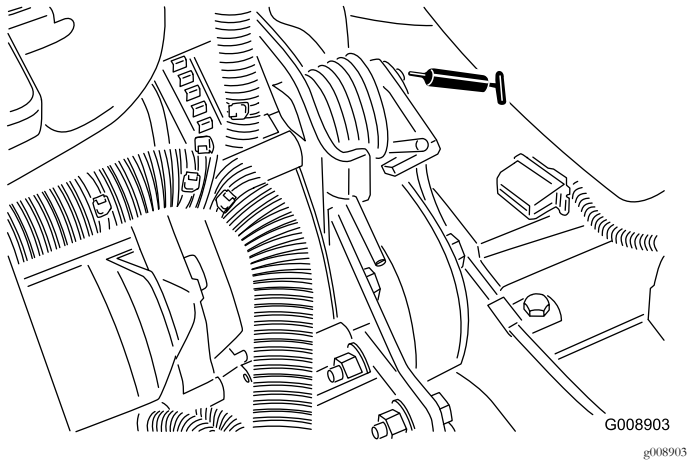

Figure 59
- Pivot de tension de courroie (Figure 59)